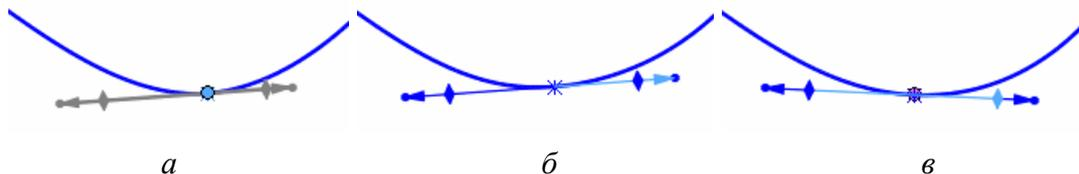

Рисунок 2.7 – Способи управління формою сплайна
- переміщенням вузла (рис. 2.7, а);
- змінюючи **Радіальний напрямок дотичної** – кут нахилу щодо координатної осі (рис. 2.7, б);
- змінюючи **Величину дотичної** – радіус кривизни в потрібній точці (рис. 2.7, в).